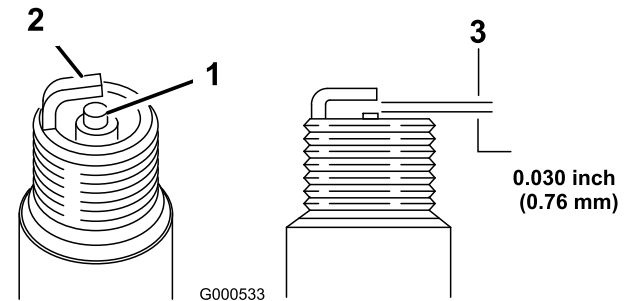

図 52
- 中央の電極部 (図 52) を観察する。
- すきまゲージでエア・ギャップの点検を行い、隙間の大きさが適切でなければ側面の電極を注意深く曲げて調整する (図 52)。